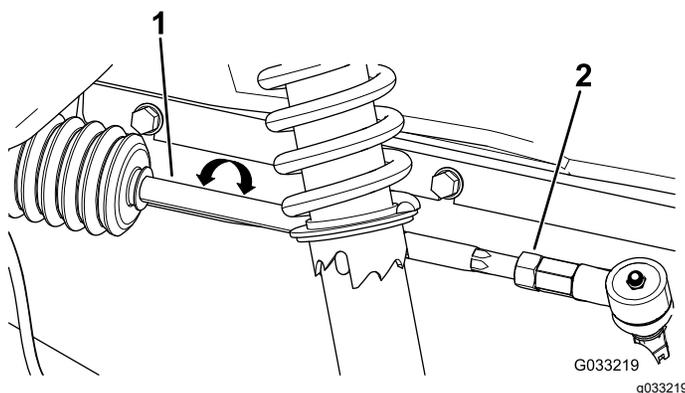

Figure 53
2. Si les mesures ne sont pas comprises entre 0 et 6 mm, desserrez les écrous de blocage aux deux extrémités extérieures des biellettes (Figure 53).